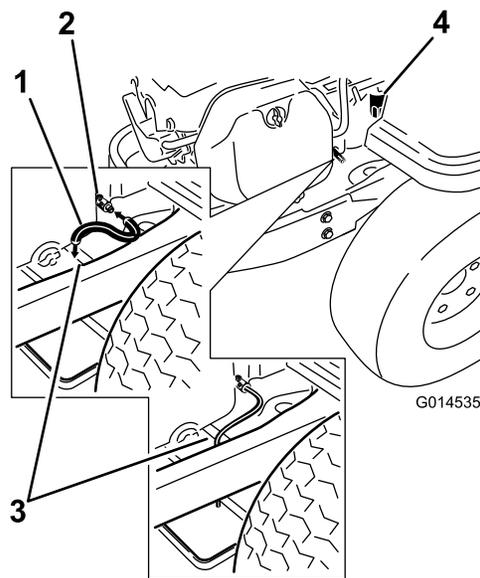

Bild 31
4. Reinigen Sie den Bereich um das Ablassventil und den Maschinenrahmen. Finden Sie den Ölablassschlauch und schieben Sie ihn auf das Ablassventil (Bild 31).
5. Stecken Sie das andere Ende des Ölablassschlauches auf das Ende des Rahmens (Bild 31).